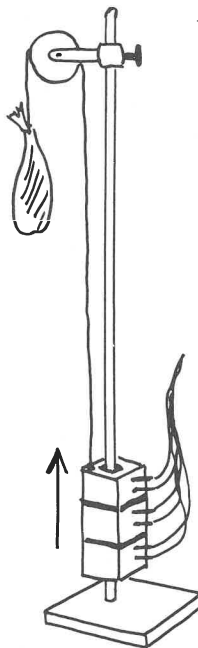

Fig. 11
d) Endnu et apparat med linear-motoren blev demonstreret, denne gang som elevator (med passende kontravægt). (Fig. 11).